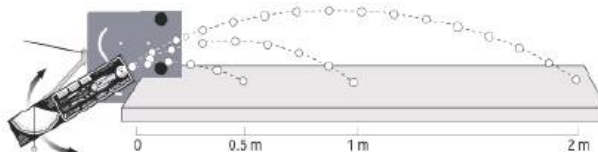

Figura 34: Rangos de lanzamiento.
- Ajuste entre tres rangos: Se puede elegir trabajar entre rangos de aproximadamente de 0,5 metros, 1,0 metros y 2,0 metros, cuando el ángulo es de 45 grados y se mide desde la mesa hasta la mesa, tal como se muestra en la Figura 34.